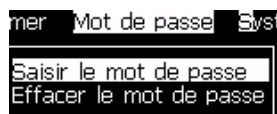
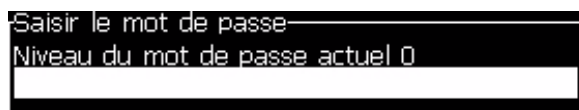

Figure 4-2: Saisir le mot de passe
Figure 4-3: Niveau de mot de passe 0 :
- 2 Appuyez sur *Alt + w*. Sélectionnez l'option *Saisir Mot de passe* (Voir Figure 4-2) et appuyez sur la Touche *Entrée*. Vous pouvez également appuyer sur F3 dans l'écran principal. L'écran *Saisir Mot de passe* apparaît (voir Figure 4-3).